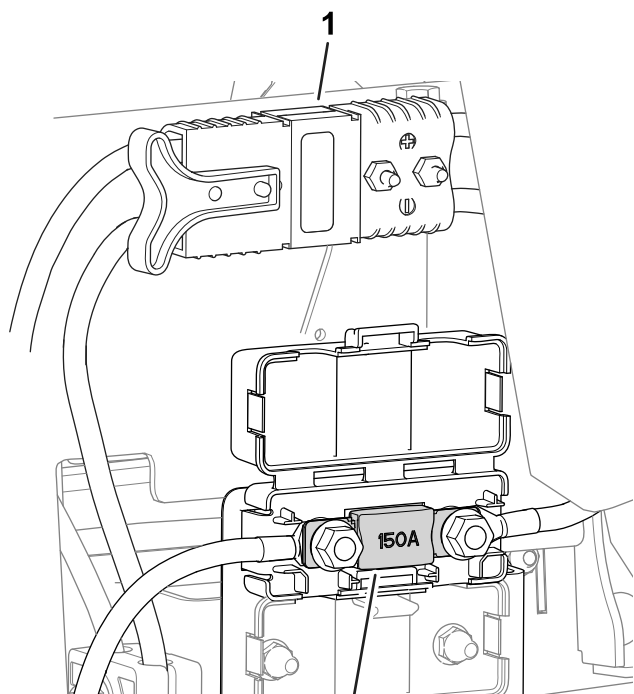

Figura 55
- Il fusibile dell'impianto elettrico è situato sotto i connettori dell'alimentazione principale (**Figura 55**).